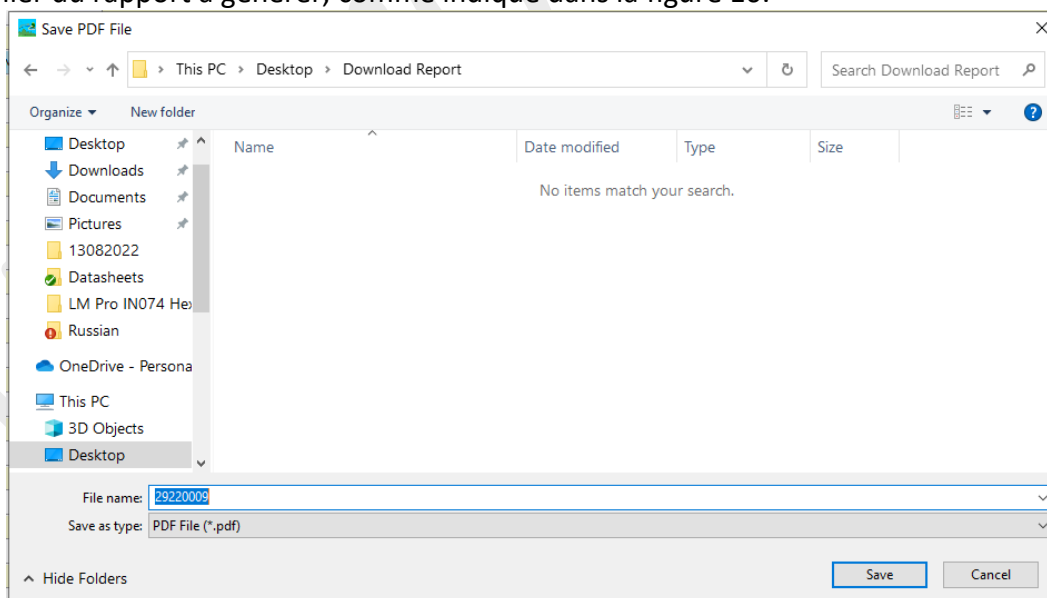

Figure 10 Sélection de l'emplacement du fichier pour l'enregistrement du rapport PDF
- Générez le rapport PDF du résumé des données en cliquant sur l'icône . Une fenêtre pop-up apparaîtra pour sélectionner le chemin d'accès au fichier et le nom du fichier du rapport à générer, comme indiqué dans la figure 10.